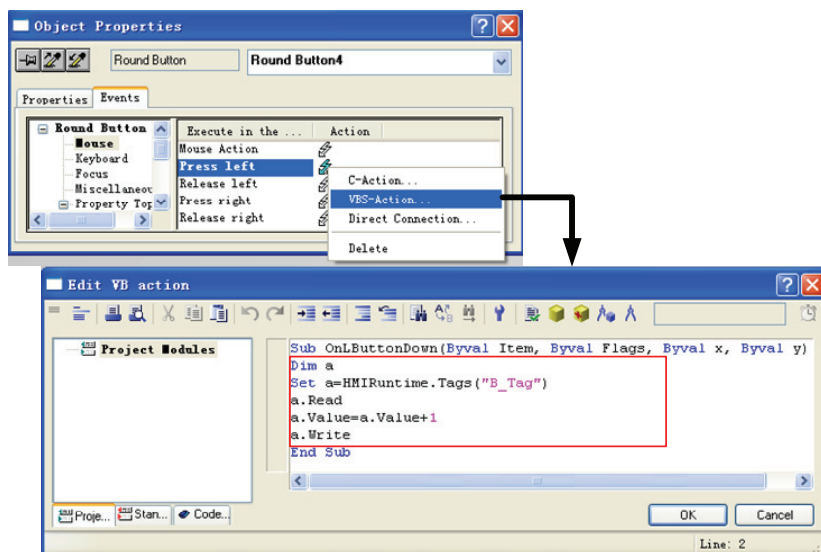

图 6-42 应用 “VBS-Action” 组态按钮的事件动作
2) 添加一个按钮到过程画面绘图区，文本显示为 “Plus”。用鼠标右键单击按钮对象，选择 “Object Properties” → “Events” → “Mouse” → “Press left”，用鼠标右键单击 “Action” 列上的白色闪电，选择 “VBS-Action...”，打开 VBS 动作编辑器，如图 6-42 所示。在代码区输入如下程序：